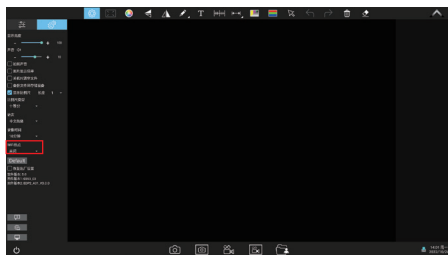

图1
- (1) 点击KoPa WiFi Lab A0界面左上角的 “” 设置图标；
- (2) 点击 “” 图标；
- (3) 点击左下方图标 “”，打开WLAN（如图1、2）；